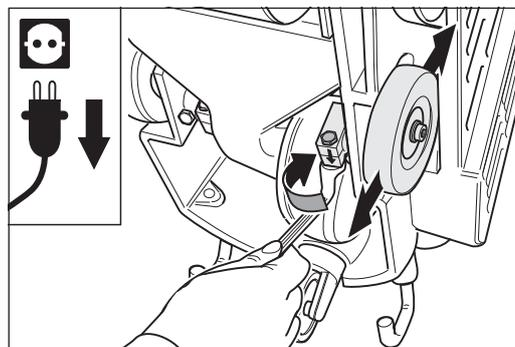

Fig. 37 Aflojamiento del tornillo del inmovilizador derecho de la rueda.
- 6 Afloje el tornillo de apriete del inmovilizador de la rueda regulable y coloque el dispositivo de ajuste de nuevo contra la carcasa de la máquina (Fig. 37).